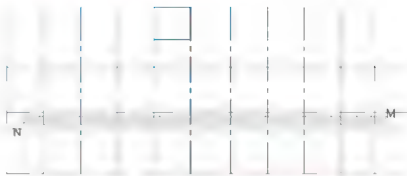

图 2.31 用交叉选的方法选择被剪切的对象
② 在选择要修剪的对象, 或按住 Shift 键选择要延伸的对象, 或 [栏选(F)/窗交(C)/投影(P)/边(E)/删除(R)/放弃(U)]: 提示下, 执行交叉选 (从 M 点向 N 点拉窗口) 如图 2.31 所示, 将图形修剪成图 2.32 所示的状态。